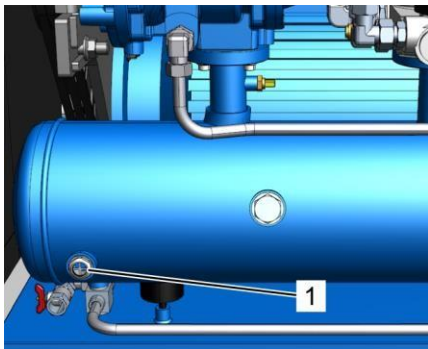

Рис. 31: Смотровое отверстие
4. Убедитесь в том, что смотровое отверстие (Рис. 31/1) полностью смочено.